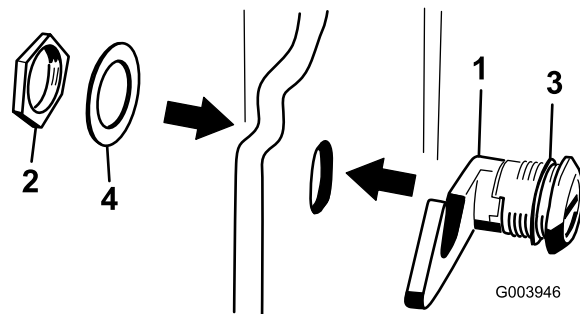

Рисунок 6
3. Выверните гайку с узла защелки капота (Рисунок 6).
4. С наружной стороны капота вставьте конец защелки с крюком через отверстие в капоте и убедитесь, что резиновая уплотнительная шайба осталась на наружной стороне капота (Рисунок 6).